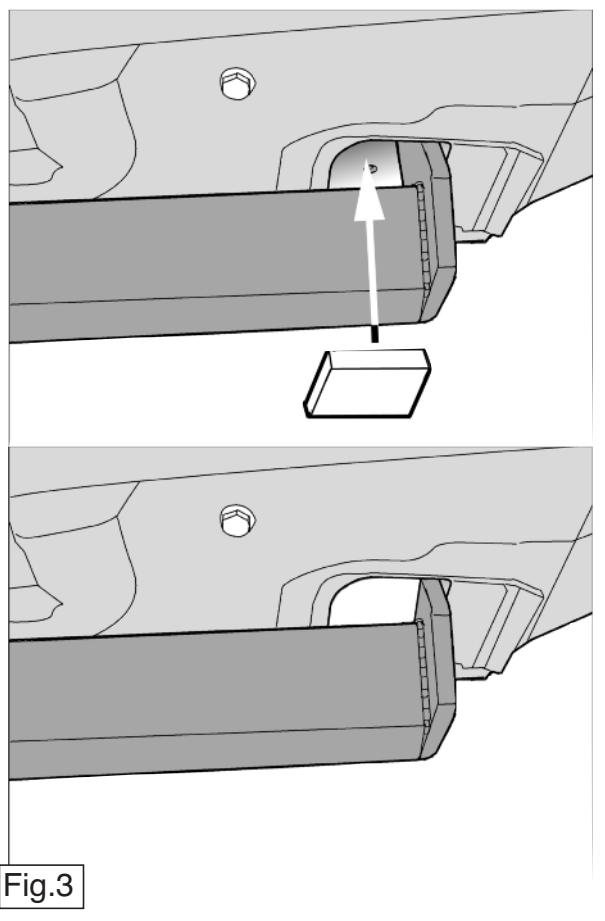

Fig.3
6. В качестве уплотнения, вставить два полиэтиленовых элемента в балки шасси. (См. рисунок 3).